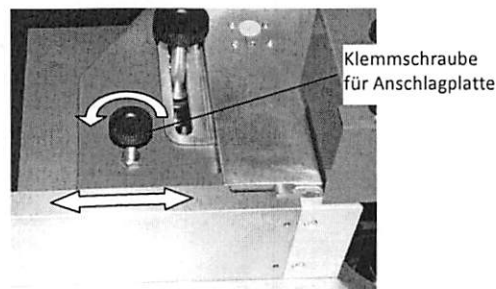

Abbildung 26 Einstellen der Anschlagplatten
- Klemmschraube (Abbildung 26) ca. 2 Umdrehungen lösen und Anschlagplatte vom Fräsdorn weg nach außen schieben